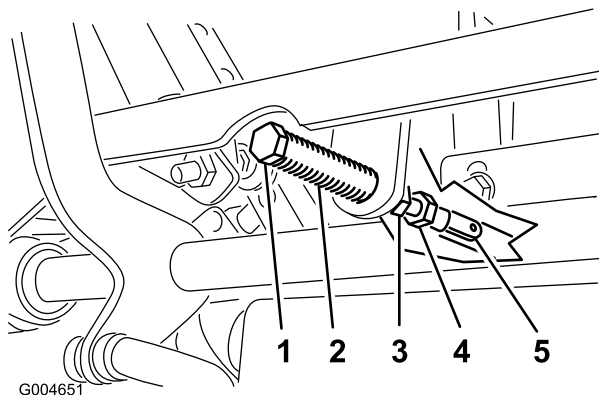

图 50
- 如图 50 所示向回拉控制杆直至柱销在枢轴臂上接触到槽的端部刚开始对弹簧施加压力。
- 如果需要调节请松开紧靠轭的螺母和锁紧螺母图 50。
- 对移动控制杆施加轻微的向后压力将调节螺栓的头部朝适当的方向转动直至控制杆在空档锁定位置中居中图 50。
- 旋紧螺母和锁紧螺母图 50。
10. 拧紧球窝接头的锁紧螺母图 50。